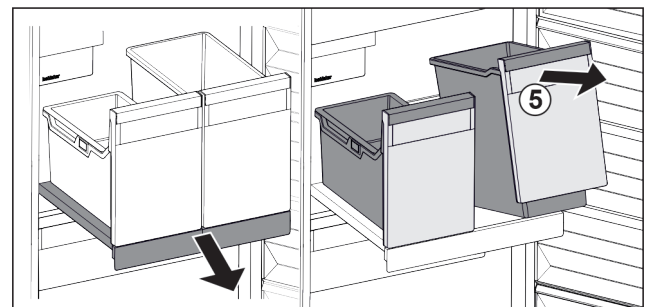

Fig. 96
- Behälter Fig. 96 (5) vorne anheben.